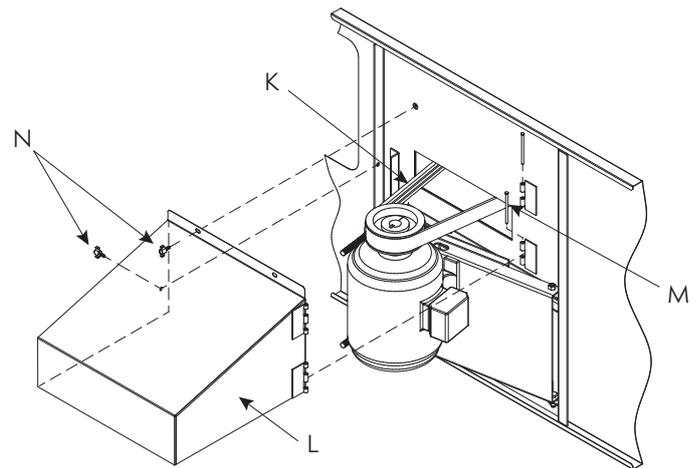

Abb. 18b – Montage von Motorabdeckung und Powerband-Keilriemen
7. Bringen Sie den Powerband-Keilriemen **K** (Abb. 18b) auf die Riemenscheibe von Ventilator und Motor. Spannen Sie den Keilriemen mithilfe von Muttern an den Gewindestangen, wobei der Keilriemen nicht überspannt werden darf. Die Mitte des Keilriemens sollte durch mäßigen Fingerdruck etwa 19 mm nachgeben.
10. Zur Installation der Motorabdeckung **L** sind die Scharniere auszurichten und die Scharnierstifte **M** einzusetzen (siehe Abb. 18b).